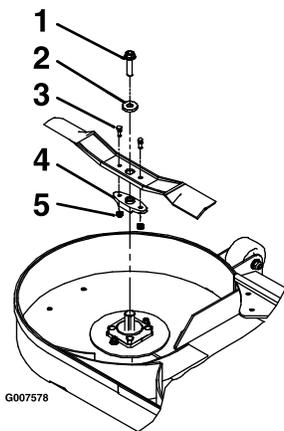

Рисунок 74
3. Снимите нож, шайбу и болт ножа, который крепит нож и привод ножа (Рисунок 74).
1. Установите привод ножа на новые ножи с помощью срезных болтов и контргайек (Рисунок 74).
3. Установите нож, шайбу и болт ножа на вал шпинделя (Рисунок 74).